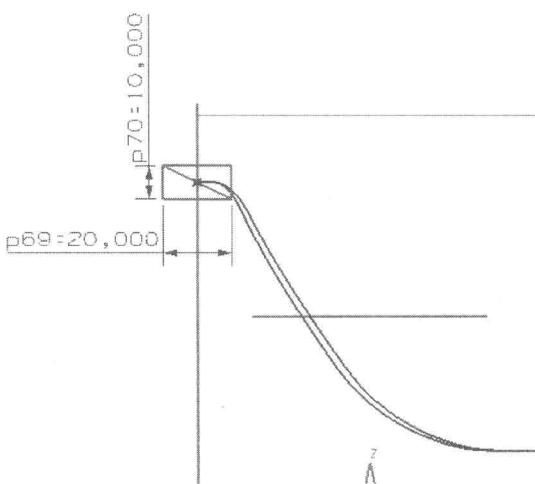

图 1-44
(4) 标注尺寸。在【草图约束】工具条中选择 (自动判断的尺寸) 图标，按照如图 1-44 所示的尺寸进行标注。P70 = 10,000, P69 = 20。